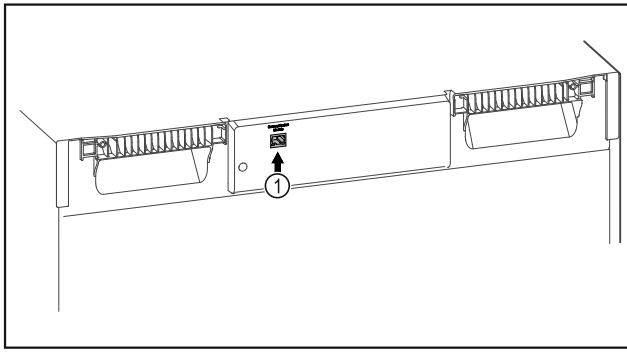

Fig. 83
- ☐ SmartModule Fig. 83 (1) on otettu käyttöön.